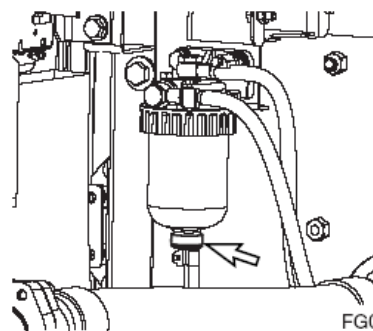

Рис. 22
- Если красное кольцо в резервуаре достигает линии уровня, ослабить заглушку (рис. 22) в днище корпуса и слить воду в соответствующую емкость.
- Затянуть заглушку (рис. 22) и заправить топливную систему. См. стр. 4-41